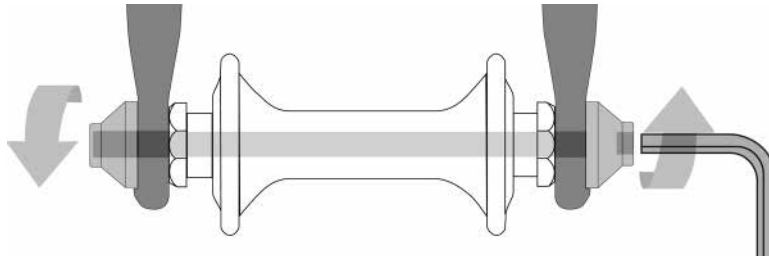

Abb. 18
2. Eine Hohlachse, durch die eine Welle („Spannwelle“) mit einer Mutter an einem Ende und einer Befestigung für einen Sechskantschlüssel, einen Spannhebel oder eine andere Spannvorrichtung am anderen Ende läuft (Abb. 18)